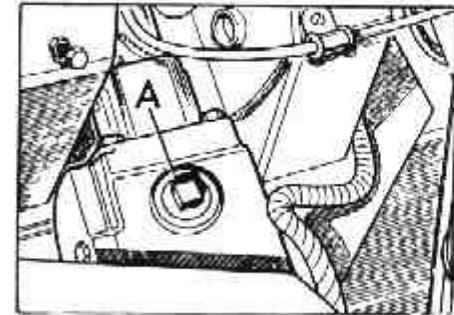

Fig. 80. Tapón de llenado de la caja de engranajes de la dirección.
El nivel se revisará cada 10.000 kilómetros, a través del orificio con el tapón, al que se llega por la parte interior del guardabarros izquierdo en el compartimento motor. El tapón de llenado (A) se encuentra sobre la caja de engranajes y para rellenar y revisar ésta es preciso levantar el capó (fig. 80).